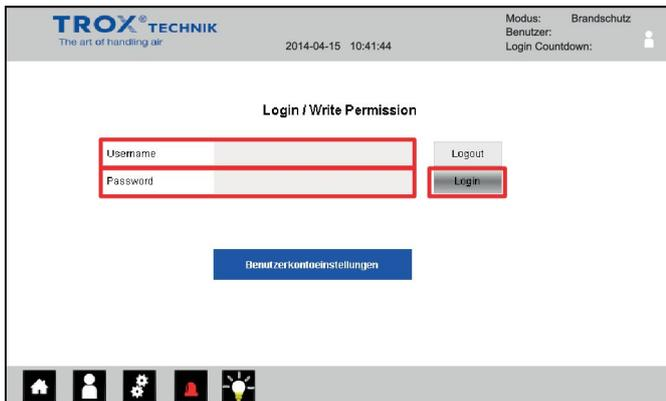

Abb. 17: Benutzernamen und Passwort eingeben
- ▶ Das Eingabefeld „Username“ (Abb. 17) markieren, Benutzernamen eingeben und mit „Enter“ bestätigen.
- ▶ Das Eingabefeld „Password“ (Abb. 17) markieren, Passwort eingeben und mit „Enter“ bestätigen.
- ▶ Die Schaltfläche „Login“ (Abb. 17) drücken.